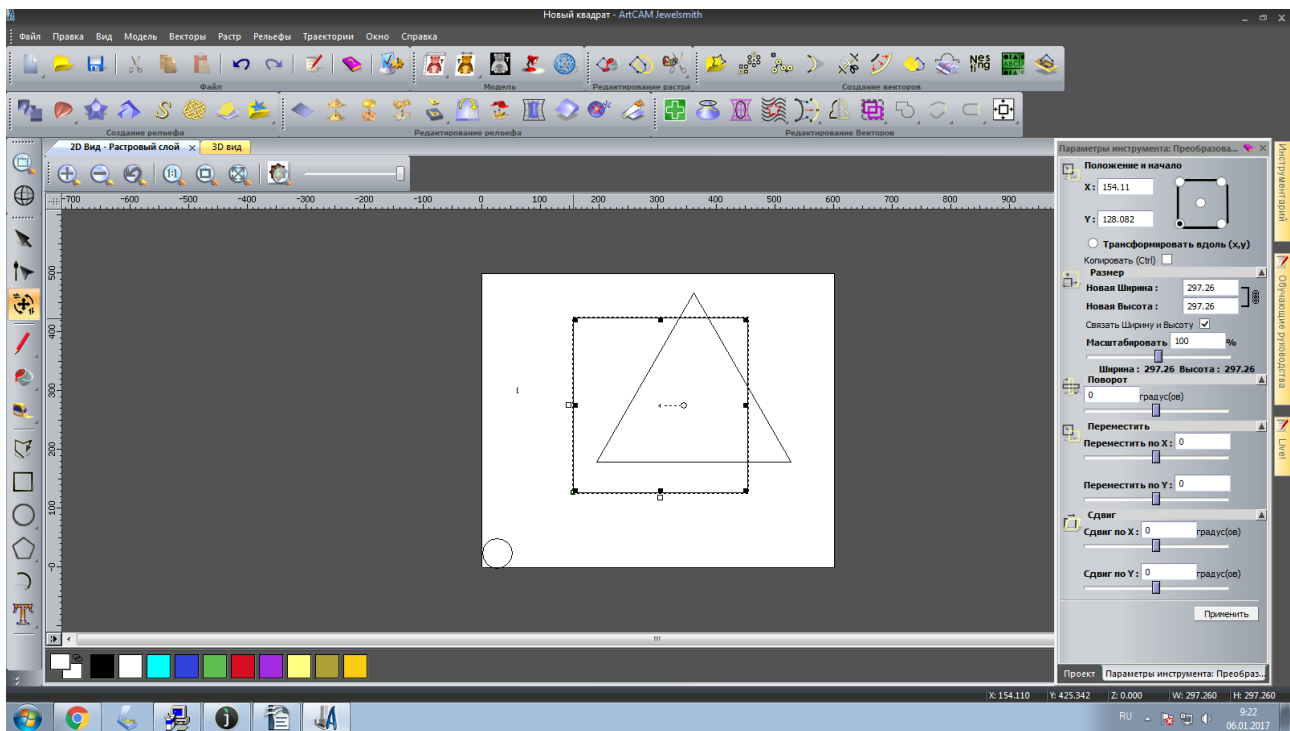

Рисунок 20. Выделение квадрата
21. Выделите квадрат. С помощью инструмента «Преобразования» измените размеры квадрата и место расположения квадрата, рисунок 20